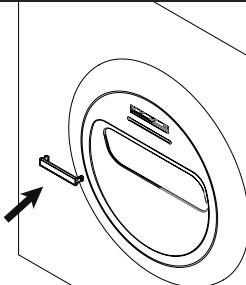

FIG. 9
6. Colocar a tampa com pressão (Fig. 9).